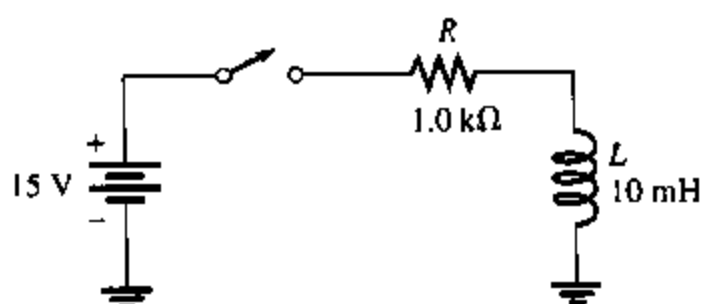

图 14.49
参见图 14.49
19. 在图 14.49 所示的电路中, 初始时没有电流。计算开关合上列时间后的感应电压值。
23. 图 14.49 中, 开关合上多久后感应电压为 5 V ?